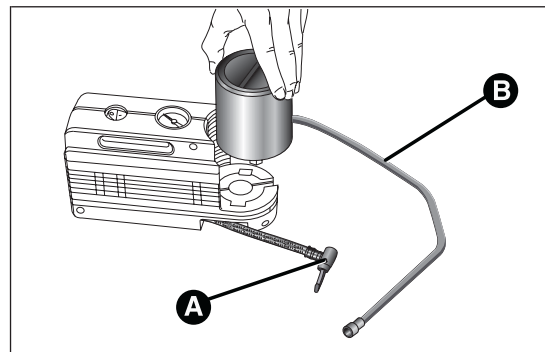

fig. 157
- débrancher le raccord A fig. 157 ;